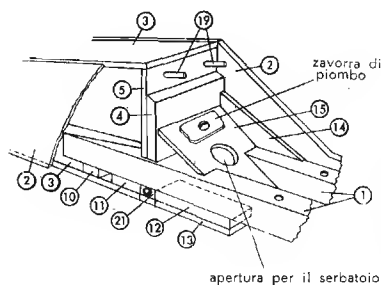

Fig. 557. Parte anteriore della fusoliera parzialmente sezionata.
Sotto il castello motore dinanzi all'ordinata B, montiamo, incollandolo, il tubo di supporto (21) per il carrello, tubo che passa attraverso le parti laterali. Incolliamo poi davanti ad esso e sotto i supporti le strisce di rinforzo (12). Dietro l'ordinata B (5) (fig. 557), incolliamo il pezzo di riempimento (11) ed il distanziatore (10), come è visibile nella figura 557. Così, ora, potremo chiudere in basso la fusoliera con le parti (3) e (13). Dopo che tutto si è essiccato, pratichiamo lateralmente nella parte (2), nello spazio fra (10) e (11), alcuni piccoli intagli che in seguito riceveranno i montanti del carrello. Incolliamo internamente, sopra il castello motore, le squadrette di rinforzo e inca-